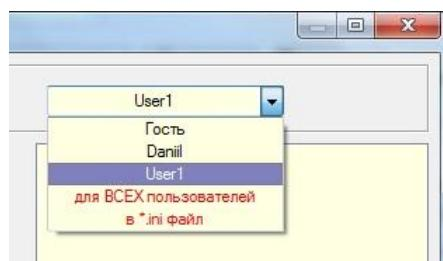

Рис.22 Выбор оператора
2. В правой части окна «Копировать группы тестов» выбрать оператора, который будет использовать данный тест (Рис.22).